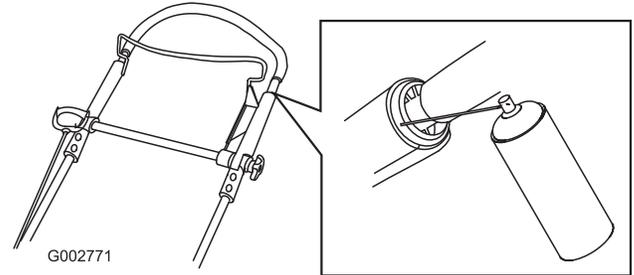

Bild 45
1. Sprühen Sie die äußeren Kunststoffenden des inneren Bügels ein (Bild 45).